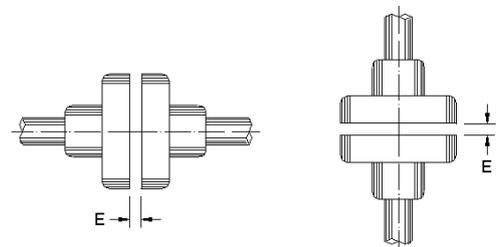

Figura 4.9: Holgura axial del acoplamiento (E)
Alinear cuidadosamente las puntas de eje y, siempre que sea posible, usar acoplamiento flexible, dejando una holgura (E) mínima de 3 mm. entre los acoplamiento, conforme es mostrado en la Figura 4.9.